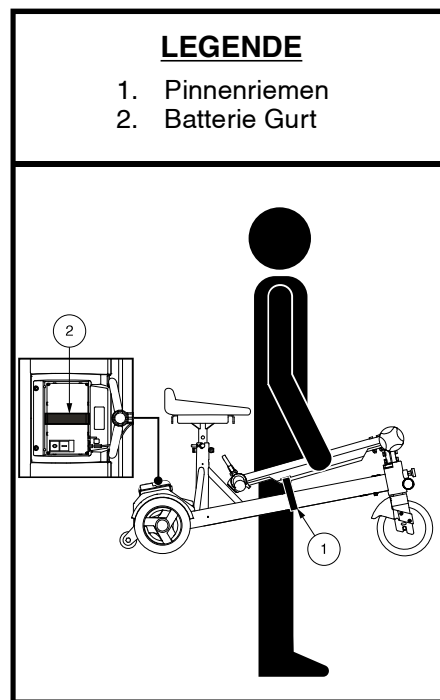

Abb. 21. Umbiegen für den Transit
3. Wickeln Sie den Pinnenriemen mit dem wiederverwendbaren Klettverschluss fest um den Hauptträger, um die Riemen zu sichern. **Siehe Abb. 21.**